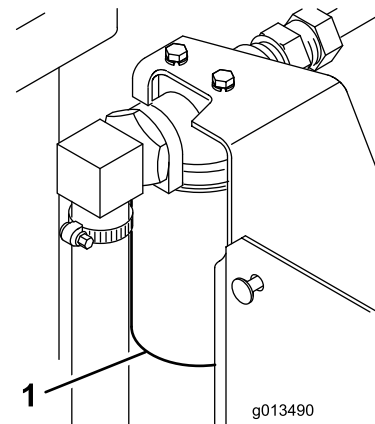

Figura 30
4. Limpie la zona alrededor del filtro de aceite hidráulico (Figura 30). Retire el filtro de la parte inferior del alojamiento del filtro y deje que se drene el aceite en un recipiente. Utilice una llave de filtros tipo araña. Recicle correctamente el filtro de aceite